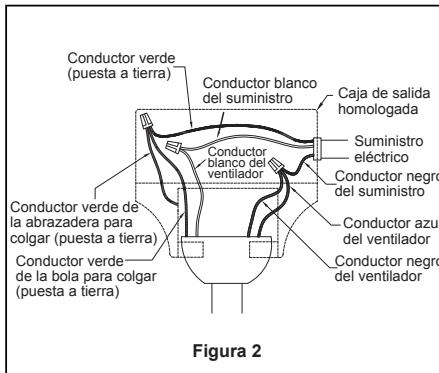

Figura 2
1. Conecte el conductor verde del ensamble de la varilla y el conductor verde con puesta a tierra de la abrazadera para colgar al conductor de suministro con puesta a tierra (posiblemente un conductor desnudo o un cable con aislante verde). Conecte los conductores con conectores de cables de forma segura. Conecte el conductor blanco del motor del ventilador al conductor blanco (neutro) mediante el conector de forma segura. Conecte de forma segura el conductor negro del motor del ventilador y el conector azul al conductor negro mediante el conector. (Figura 2)